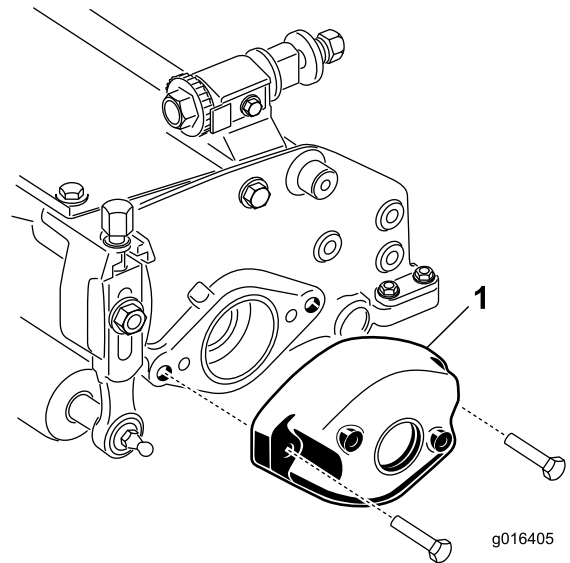

Figura 3
2. Retire o contrapeso (Figura 3).